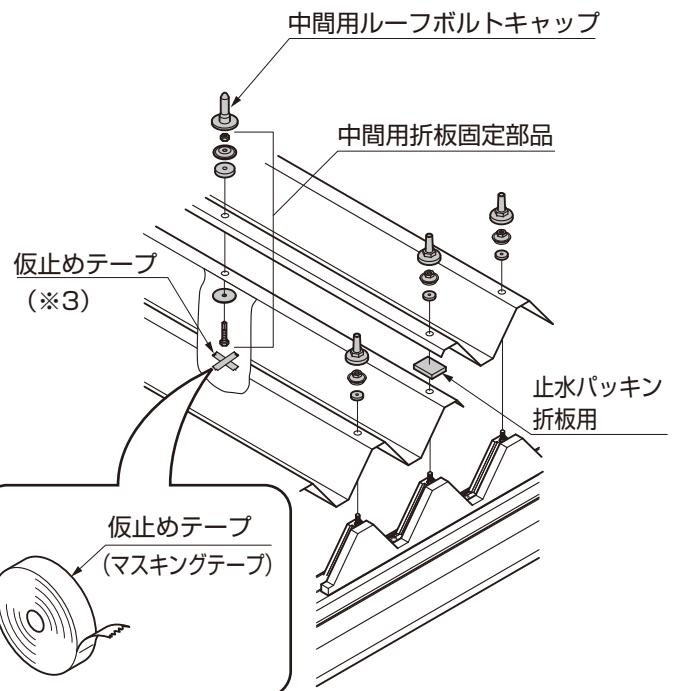
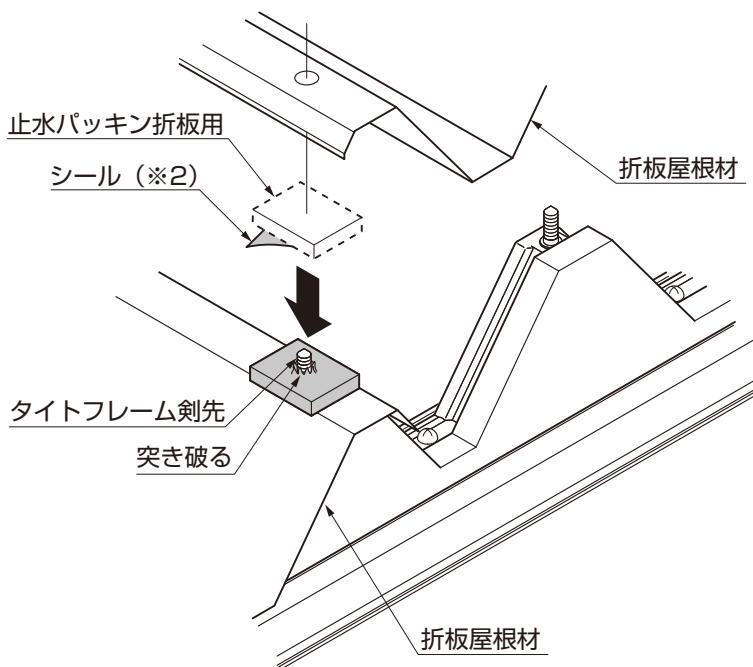
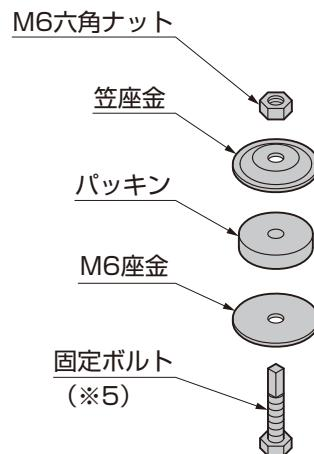

図16-8
図16-9
図16-10
- ①止水パッキン折板用の裏板シール(※2)をはがし、正面(シャッター側)の横樋梁用のタイトフレームからでている剣先を突き破って貼付けてください。(図16-7、図16-9参照)
- ④止水パッキン折板用の裏板シール(※2)をはがし、折板屋根材の重ね合わせ部の剣先を突き破って、貼付けてください。その後、2枚目以降の折板屋根材を載せてください。(図16-8、図16-9参照)
- ⑤折板屋根材の両端部を、端部用固定金具で組付けてください。(図16-7、図16-8参照)
- ⑥横樋梁用と折板屋根材の中間部の下から、中間用折板固定部品の固定ボルト(※5)を差込んでください。(図16-8、図16-10参照)
- ⑦中間用折板固定部品の部品すべてを締め付けたのち、仮止めテープをはがしてください。(図16-8参照)